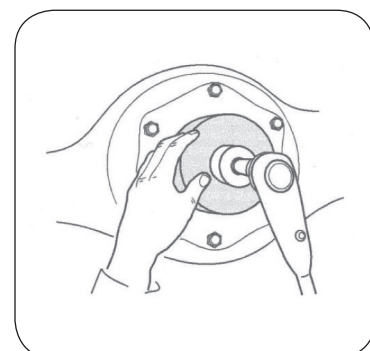

Figure 3
6. Use a torque wrench and appropriate socket, set the torque wrench break-out value at 50 ft. lbs. Tighten pinion nut until torque break-out value is indicated. See Figure 3.
6. Utiliser une clé dynamométrique et une douille de la bonne taille, fixer la valeur consigne de couple à 50 pied-livre. Serrer l'écrou de pignon jusqu'à la valeur limite soit indiquée. Voir Figure 3.